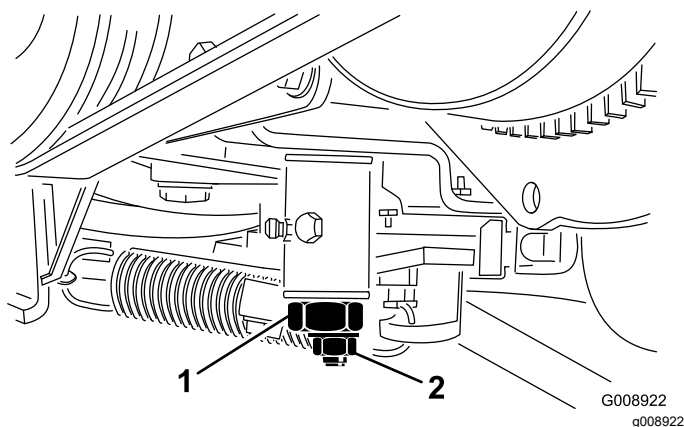

Bild 60
3. Lockern Sie die Sicherungsmutter an der Fahrtriebs-Einstellnocke (Bild 60).